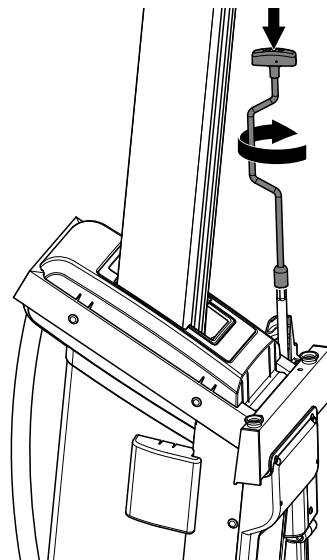

Figura 6-5. Procedimiento de recuperación de tensión de una cuerda suelta
4. Conectar la palanca de bajada manual directamente al eje impulsor del carruaje (Figura 6-5.). Empujar hacia abajo la manivela y al mismo tiempo girar en sentido horario. Se escuchará un ruido de trinquete y el tambor enrollará la cuerda suelta.